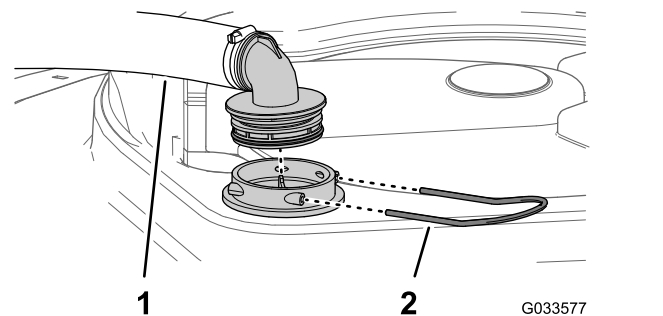

Figure 27
2. Au sommet de la cuve du pulvérisateur, retirez l'étrier qui fixe le raccord de flexible sur le grand flexible et le logement du filtre (Figure 27).
3. Retirez le flexible et le raccord du logement du filtre (Figure 27).